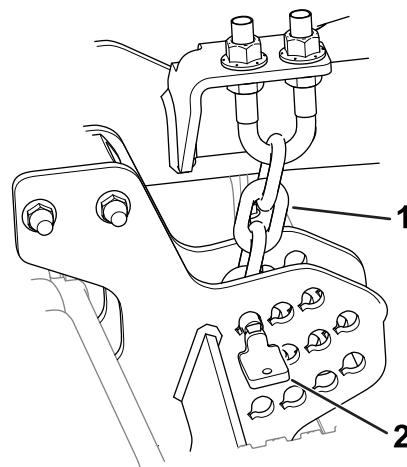

Figura 19
2. Togliete i perni dell'altezza di taglio (Figura 19) dalle piastre laterali dell'apparato di taglio.